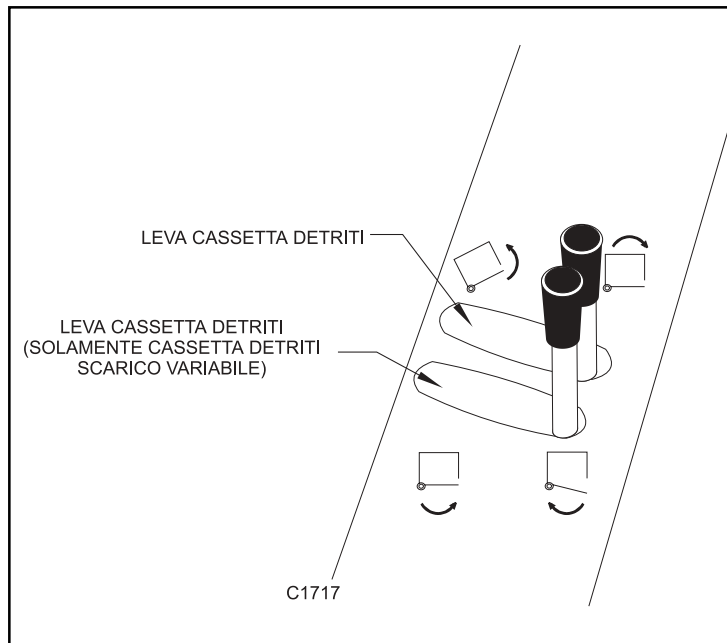

Figura 19
(Vedi figura 19)
**LEVA PORTA DI SCARICO CASSETTA DEI DETRITI** - (Solo per macchine dallo scarico variabile) (Vedi figura 19)